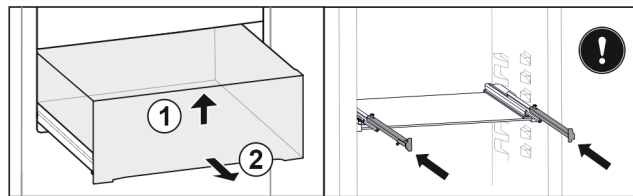

Fig. 27 *
- Nadvihnite zásuvku dopredu Fig. 27 (1)*
- Odoberte ju dopredu Fig. 27 (2)*